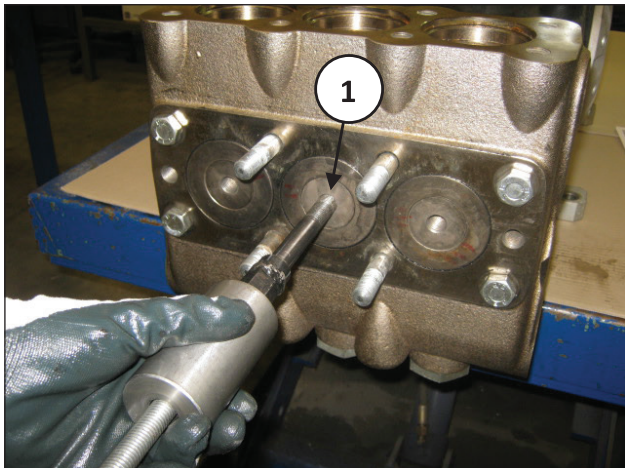

图 103
C) 使用锤头式提取器M16(位置①, 图 103)抽出前塞。